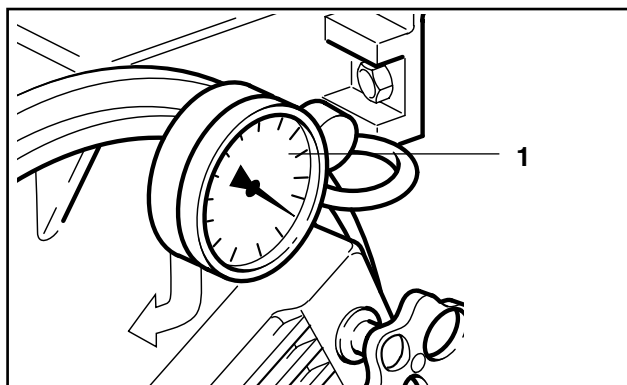
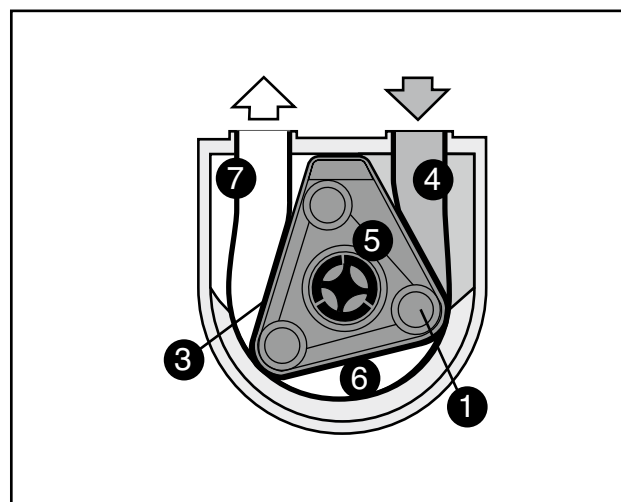

Fig. 3a 1 Vacuomètre
Fig.4 1 Rotor 5 Intérieur de la pompe
Le vacuomètre (fig. 3a) relié à la chambre d'aspiration (pos. 4, fig. 4) n'indique pas seulement la hauteur d'aspiration actuelle de la pompe, mais sert également d'avertisseur en cas de défauts éventuels. Si le vacuomètre n'indique pas de dépression pendant l'utilisation, la pompe doit impérativement être entretenue.